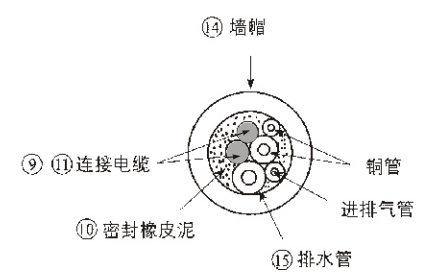
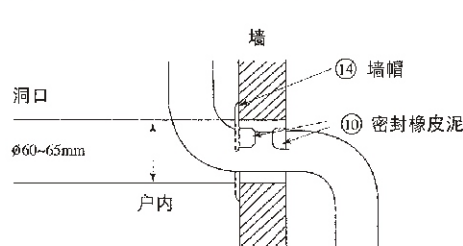
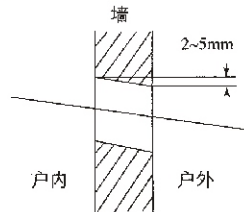

图 34
图 32
图 33
- 2 用附件 ⑭ 墙帽及附件 ⑩ 密封橡皮泥来整理墙上的洞, 如图 32、图 33 及图 34。